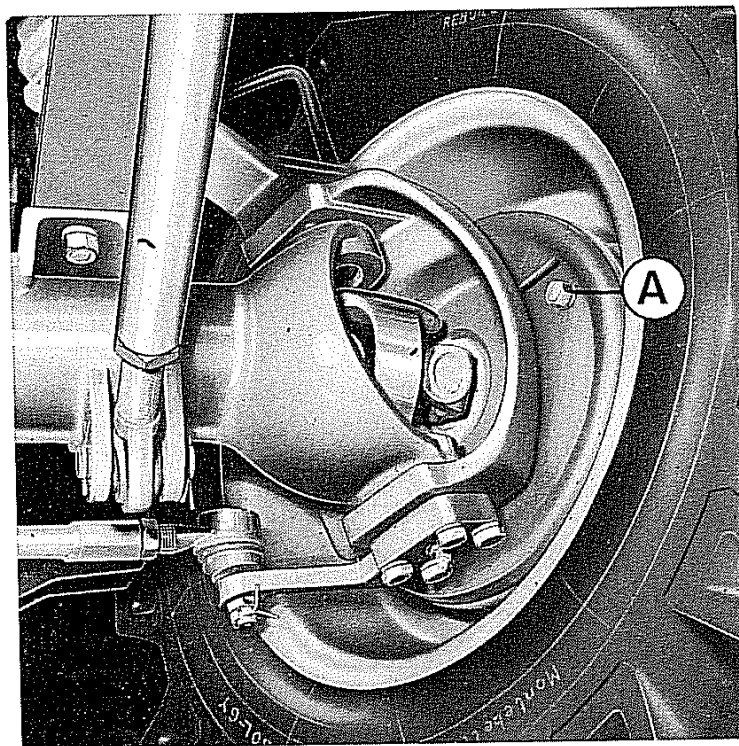

Fig. 27 - Dadi registro frenatura di servizio
- Mantenendo bloccate le ganasce ruotare in senso orario il dado **A** (fig. 27) e in senso antiorario il dado diametralmente opposto, fino a portare gli eccentrici di appoggio a contatto con le ganasce; ruotare quindi sensibilmente i dadi in senso inverso.